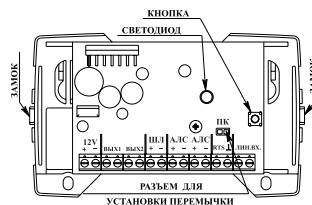

Рисунок 1
4.1.4 Кнопка (см.рисунок 1) предназначена для:
Конфигурирование модуля можно осуществлять, не отключая его от АЛС. Для этого нужно выбрать пункт «конфигурация» => «сервис» => «адресация устройств» и нажать (кратковременно) кнопку на модуле (см. рисунок 1). На экране прибора высветится адрес МРО-2. Для изменения параметров необходимо выбрать пункт «сервис» => «выбор устройства» => «вести адрес МРО-2».
Для записи в память МРО-2 нового сообщения необходимо установить переключку (см. рисунок 1) и произвести следующие действия:
6.4 При первом включении или после изменения параметров динамических головок звуковоспроизведения необходимо чтобы прибор запомнил начальное сопротивление головок звуковоспроизведения. Для этого необходимо нажать кнопку (см. рисунок 1) на время не менее 3 с, ее (светодиод начинает постоянно светиться) и отпустить ее. Через время, необходимое для запоминания значения сопротивления, светодиод переходит в режим мигания (см.4.1.5).